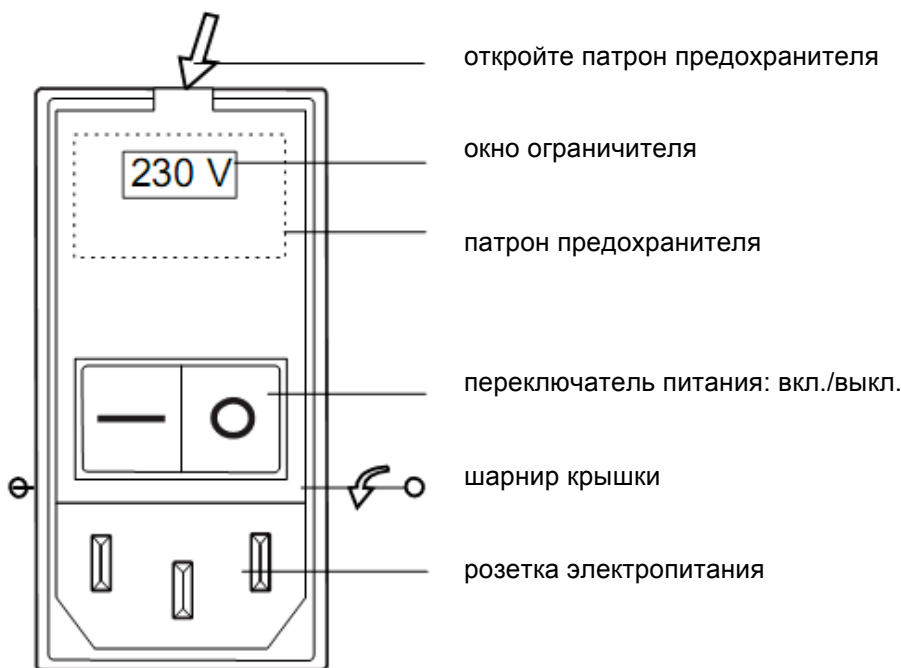

Рис.8. Замена предохранителей, ограничитель
- Аккуратно поднимите крышку корпуса. Может понадобиться отвертка. См. рис.8.